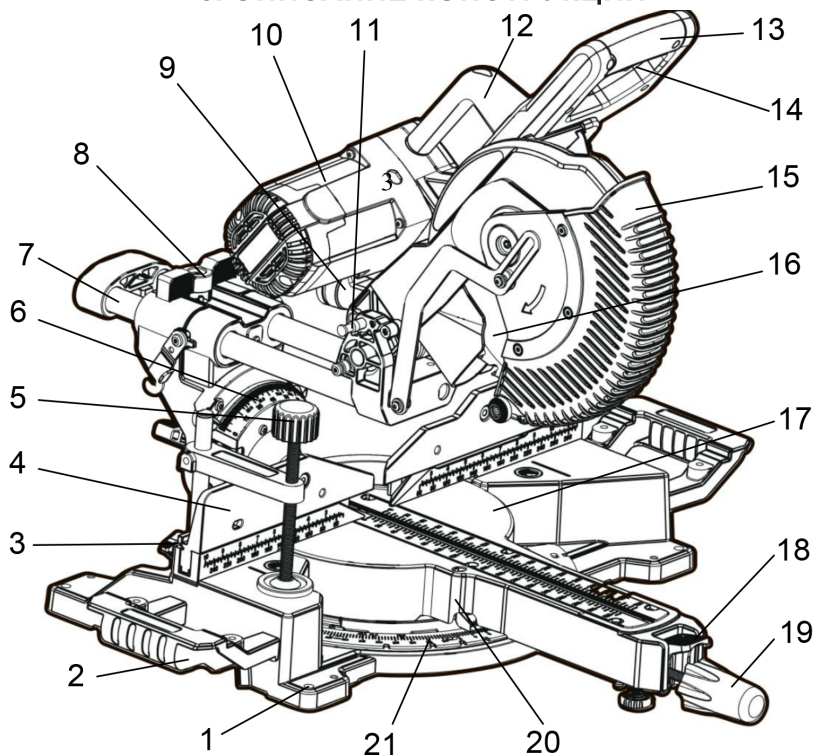
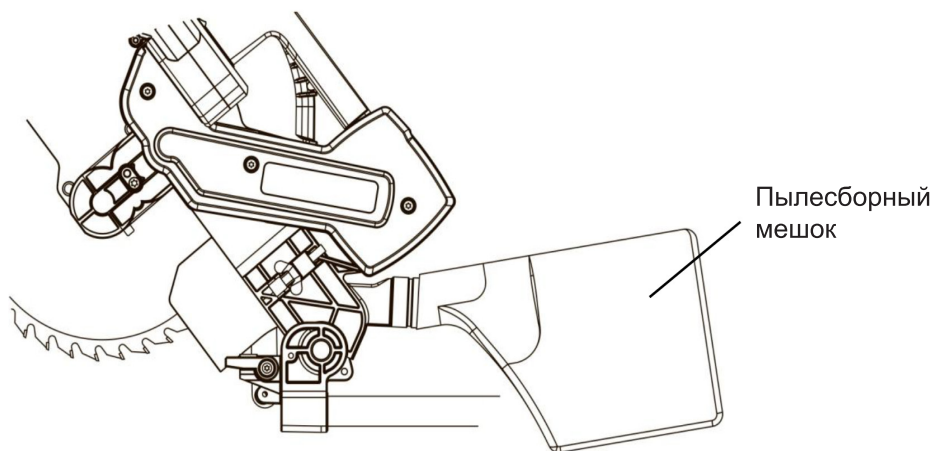
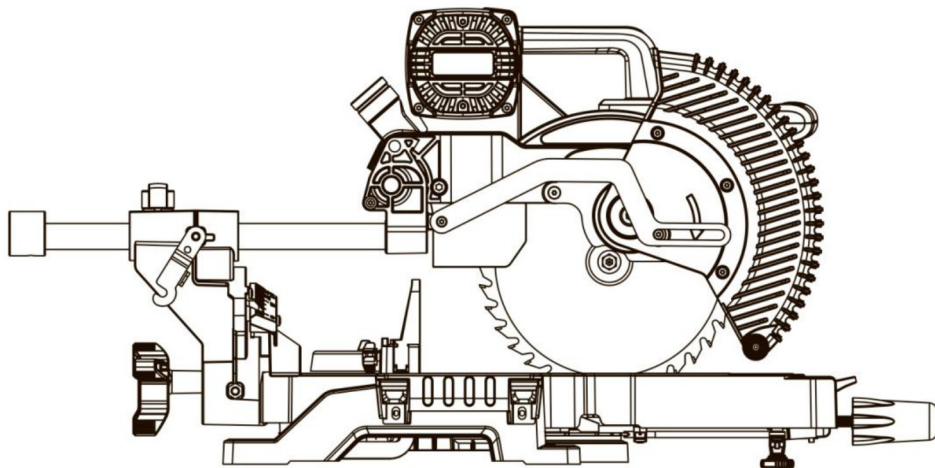
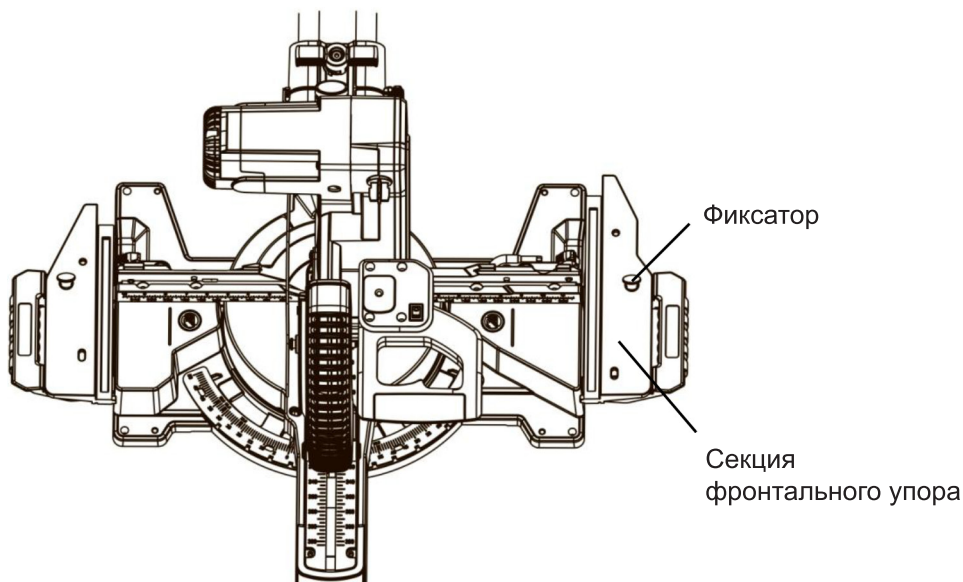

Рис. 1
Рис. 2
Рис. 3
Рис. 10
Установите пилу на ровной устойчивой поверхности верстака или рабочего стола. Для большей устойчивости закрепите пилу к основанию рабочего стола или к верстаку с помощью болтов, плоских и пружинных шайб (не входят в комплект), используя четыре отверстия в основании пилы (1) (Рис. 1).
На патрубок пылесборника (9) (Рис. 1) установите пылесборный мешок (Рис. 2). Также вы можете подключить пилу к строительному пылесосу, установив на патрубок пылесборника шланг пылесоса.
Нажмите на рабочую рукоятку пилы (13) и вытяните фиксатор транспортного положения (11) (Рис. 1). Удерживая пилу за рабочую рукоятку (13), переместите её в верхнее положение.
Перед транспортировкой приведите пилу в нижнее положение (Рис. 3). Для этого опустите до упора вниз рабочую рукоятку (13) и зафиксируйте пилу в нижнем положении с помощью фиксатора транспортного положения (11) (Рис. 1).
Переносить пилу следует, держа её за транспортировочную ручку (12) (Рис. 1).
Слегка нажмите на рабочую рукоятку (13), чтобы защитный кожух (15) (Рис. 1) начал подниматься. Удерживая кнопку блокировки шпинделя, расположенную с правой стороны диска (Рис. 4), вставьте шестигранный ключ (входит в комплект) в резьбовое гнездо крепления пильного диска и поворачивайте ключ по часовой стрелке до тех пор, пока шпиндель не заблокируется и пильный диск не перестает
Ослабьте фиксацию поворотного стола (17) с помощью рукоятки (19), вращая её против часовой стрелки. Установка поворотного стола (17) выполняется за рукоятку (19) при нажатии на фиксатор (18) (Рис 1). Фиксатор (18) в свободном состоянии автоматически стопорит положение поворотного стола (17) на углах поворота 0°; 15°; 22,5°; 30°; 45° вправо и влево в соответствии с показаниями шкалы (21). Установите поворотный стол (17), совместив указатель (20) с обозначением «0°» на шкале угла поворота стола (21) (Рис. 1). Зафиксируйте положение поворотного стола (17) вращением рукоятки (19) по часовой стрелке.
Для регулировки вылета фронтального упора (4) ослабьте винт регулировки фронтального упора (3) (Рис. 1). Установите упор в нужное положение и зафиксируйте с помощью винта (3).
Вертикальная струбцина (5) устанавливается в одно из двух специальных отверстий справа или слева от пильного диска (Рис. 1). Вставьте стойку вертикальной струбцины в отверстие упора. Установите заготовку в выбранном для пиления положении и закрепите с помощью струбцины.
У данной модели пилы предусмотрена система хранения секций фронтального упора (4) (Рис. 1). Если фронтальный упор мешает движению пильного диска при наклонном или комбинированном пилении, вы можете снять секции фронтального упора и установить их на удлинители рабочего стола. Секции крепятся к удлинителям рабочего стола с помощью специальных фиксаторов (Рис. 10).